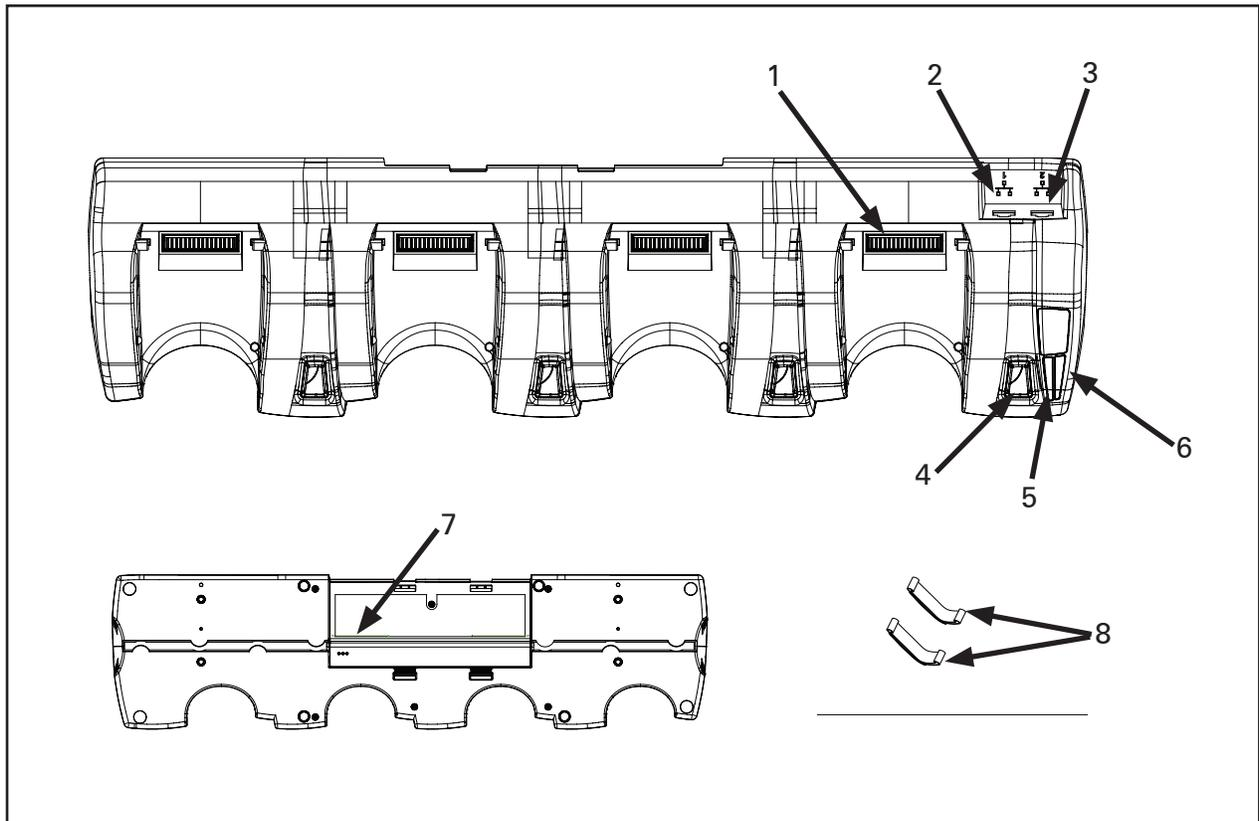

Figura 2: QLnEC4
2. Conecte a saída do adaptador de alimentação no conector de CC na parte anterior da baia (Figura 2, item 7).
4. Conecte o cabo da rede Ethernet ao conector de Ethernet 1 (Figura 2, item 2) na parte traseira da baia. Assegure-se de que a passagem do cabo do adaptador de alimentação CA não cause danos ao cabo. Para evitar o contato acidental entre o fio e arestas cortantes, guarneça o cabo com buchas e prendedores na passagem através de aberturas.
5. Conecte até quatro (4) baias em série usando o conector Ethernet 2 (Figura 2 item 3).